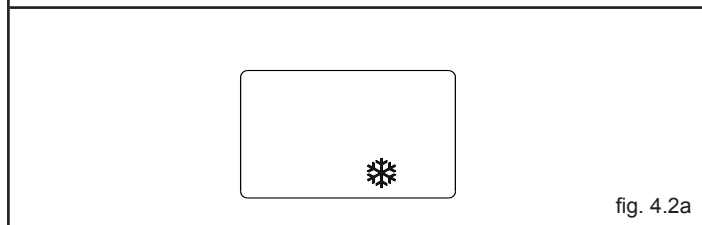

fig. 4.2a
- **Antigelo:** quando la temperatura dell'acqua di caldaia scende sotto i 5°C si attiva il circolatore e, se necessario, il bruciatore alla minima potenza per riportare la temperatura dell'acqua a valori di sicurezza (35°C). Durante il ciclo antigelo sul visualizzatore digitale appare il simbolo  $\text{❄}$  (fig. 4.2a).